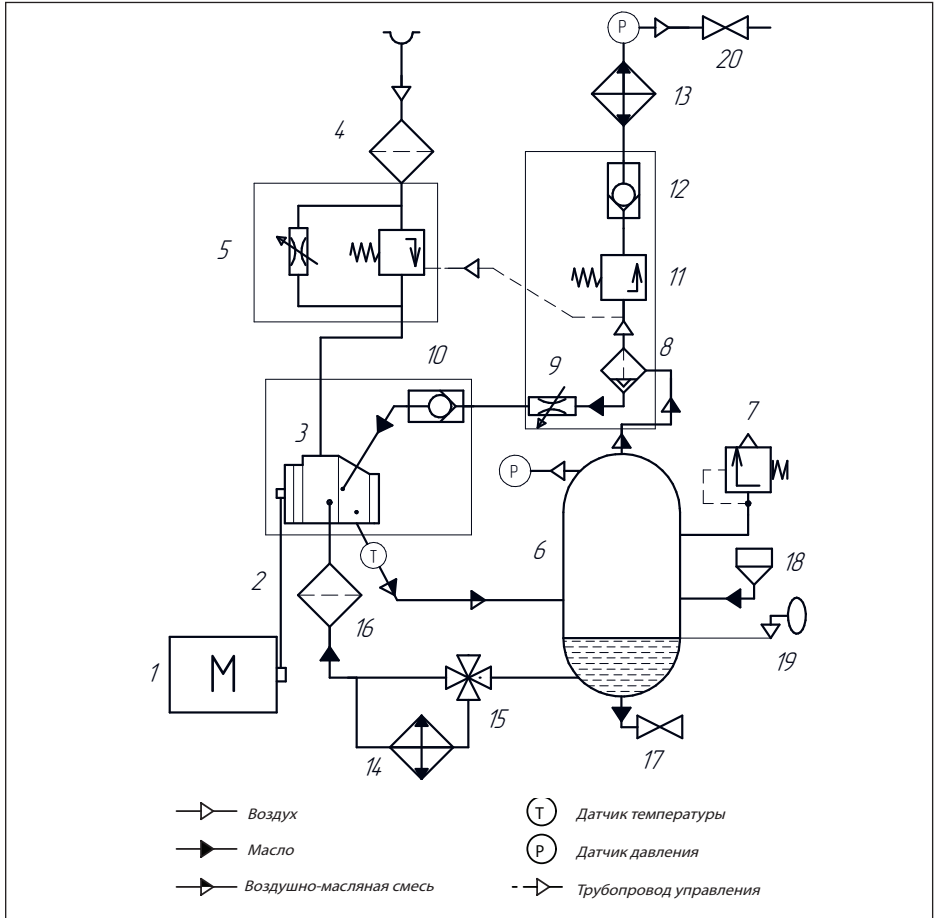

Рис. 2.3 Схема пневматическая F75-90
2.4 Принцип действия (Смотри рис. 2.3)